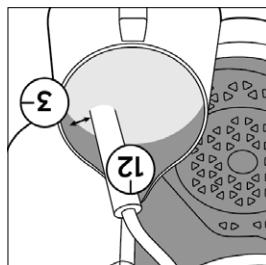

Figura 10
5. Gire la perilla de control a la posición de vapor (Figura 10). Esto tomará unos segundos para calentarse antes de comenzar a burbujear. Usé el vapor para espumar agua y que el vapor que no tiene agua y que el vapor este silencioso, podrá inflar escuchar el vapor saliendo. Si está silencioso, podrá servir agua la jarrita para espumar de colado.
Una vez que el café comienza a colarse en la taza, interrumpe el proceso de colado girando la perilla de control a la posición de apagado ("OFF"), coloque su jarrita para espumar de acero inoxidable de manera que el tubo surnegrido en la leche, aproximadamente 1/2 a 1" dentro de la leche (Figura 10 en la página siguiente).